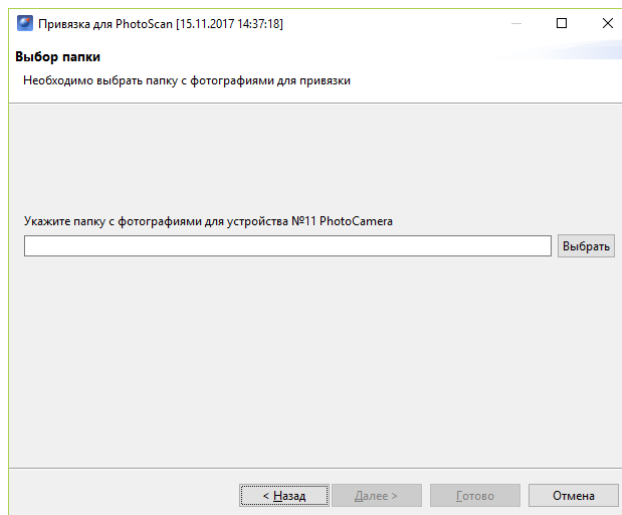

Рис. 125: Выбор фотографий для привязки
3. Укажите путь к фотографиям, скачанным с борта БВС (рис. 125).